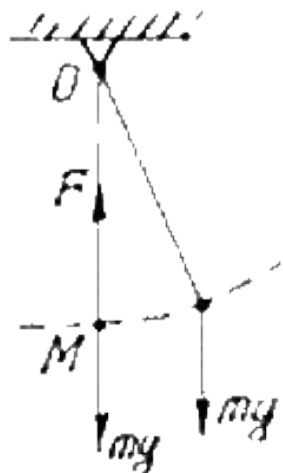

Рис.7.
- 2) Пассивные – не создающие движения, но ограничивающие перемещения твёрдого тела, препятствующие перемещениям. Например, сила натяжения нерастяжимой нити (рис.7).